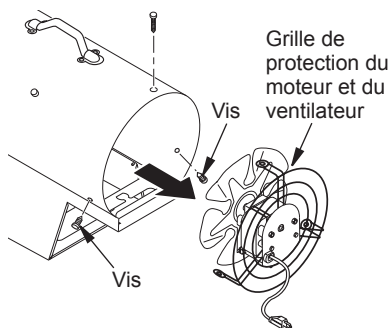

Figure 6 - Retrait de la grille de protection du moteur et du ventilateur de l'appareil de chauffage
2. Retirez le moteur et la grille de protection du ventilateur de l'habillage de l'appareil de chauffage (voir figure 6).
2. Retirez le moteur et la grille de protection du ventilateur de l'habillage de l'appareil de chauffage (voir figure 6, page 7).